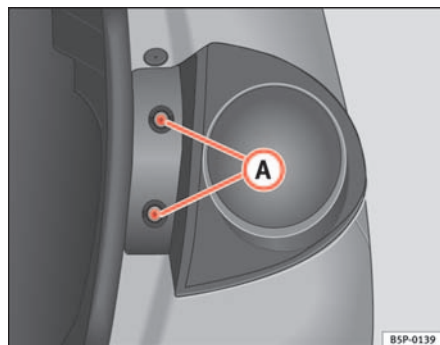

Fig. 188 Luz de mínimos/travagem
- Extrair os parafusos ⇒ fig. 188 (A).